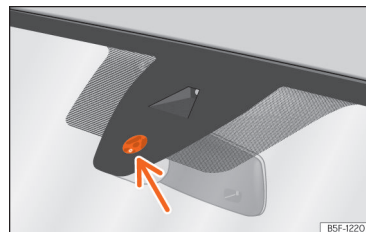

Fig. 110 Suprafața senzorului de ploaie.
Posibilele cauze ale anomaliilor și interpretărilor eronate în suprafața de detectare »» fig. 110 a senzorului de ploaie sunt, printre altele:
- **Murdăria:** praful, ceara, stratul de acoperire de pe geam (efectul lotus) sau urmele de detergent (de la spălătorile auto) pot reduce eficiența senzorului de ploaie sau acesta poate reacționa lent, cu întârziere sau deloc. Curățați periodic suprafața sensibilă a senzorului de ploaie »» fig. 110 (săgeată) și verificați starea lamelor ștergătoarelor.